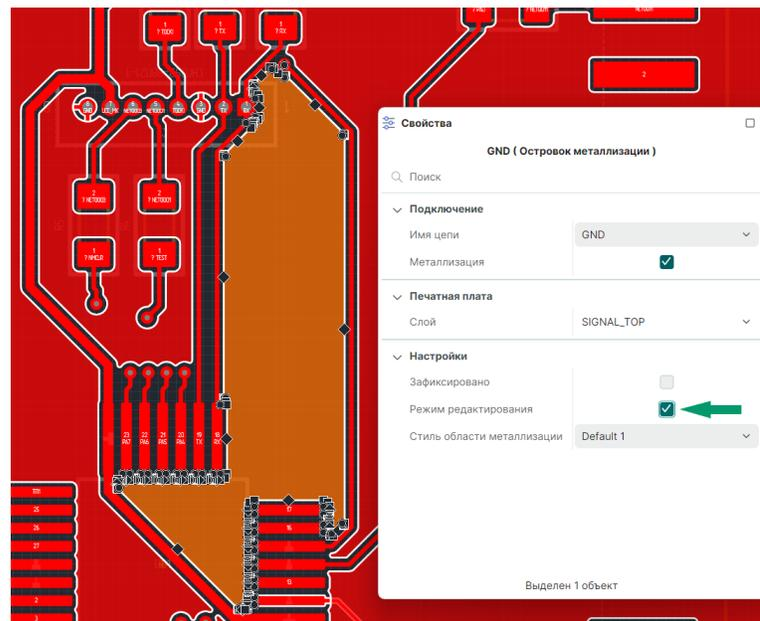

Рис. 499 Разрешение редактирования острова металлизации
2. Отметьте флагом чек-бокс «Свойства» → «Настройки» → «Режим редактирования», см. Рис. 499.